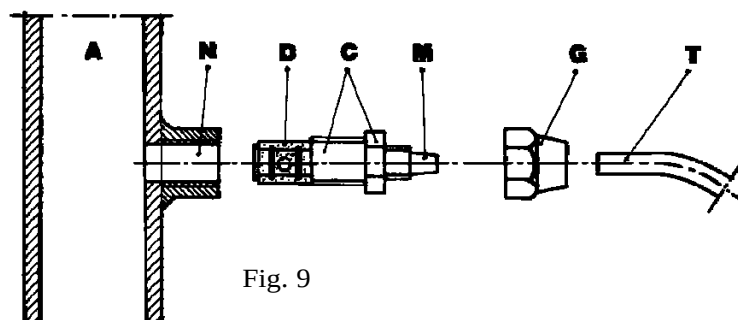

Fig. 9
- h. Aplique en el conducto de la instalación por tratar, en el punto más indicado para efectuar la inyección del producto por dosificar, un racor de 3/8" gas hembra. Dicho racor no forma parte del suministro. Enrosque la válvula de inyección en el racor y use cinta de Teflon® como empaquetadura (Fig. 9.) Conecte el tubo al empalme cónico de la válvula de inyección y bloquéelo con la respectiva brida G. La válvula de inyección es también válvula de no retorno.
(fig.9)